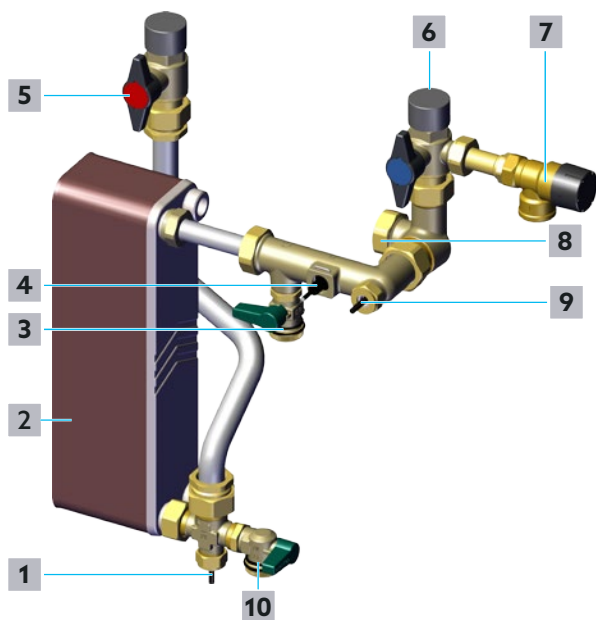

Fig. 31 - Circuito sanitario ACS
- 2 Chiudere lentamente il rubinetto a sfera di blocco dell'acqua potabile calda (vedere posizione **5** in Fig. 31 a pagina 49 e posizione **10** in Fig. 2 a pagina 12).
- 3 Chiudere lentamente il rubinetto a sfera di blocco dell'acqua potabile calda (vedere posizione **6** in Fig. 31 a pagina 49 e posizione **11** in Fig. 2 a pagina 12).
- 4 Svitare il tappo di chiusura del rubinetto a sfera di carico e scarico dell'acqua potabile calda (**10** in Fig. 31 a pagina 49 e **16** in Fig. 2 a pagina 12).
- 5 Collegare il tubo flessibile di scarico dell'acqua potabile al rubinetto a sfera di carico e scarico dell'acqua potabile calda (**10** in Fig. 31 a pagina 49 e **16** in Fig. 2 a pagina 12).
- 6 Aprire il rubinetto a sfera di carico e scarico dell'acqua potabile calda (vedere **10** in Fig. 31 a pagina 49 e **16** in Fig. 2 a pagina 12).
- 17** Chiudere il rubinetto a sfera di carico e scarico dell'acqua potabile calda (vedere **10** in Fig. 31 a pagina 49 e **16** in Fig. 2 a pagina 12).
- 5 Chiudere il rubinetto a sfera di carico e scarico dell'acqua potabile calda (vedere 10 in Fig. 31 a pagina 49 e 16 in Fig. 2 a pagina 12).